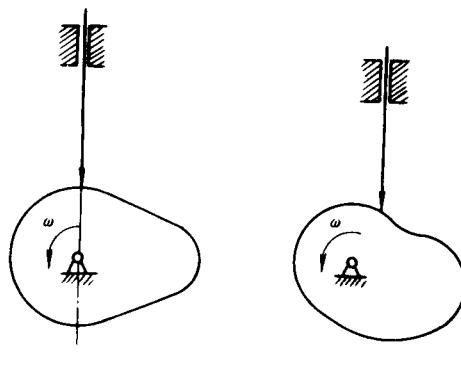

图 2-8
5. 图 2-8 所示凸轮逆时针转动。试画出凸轮转过 45° 时凸轮机构的压力角，并画出凸轮基圆。